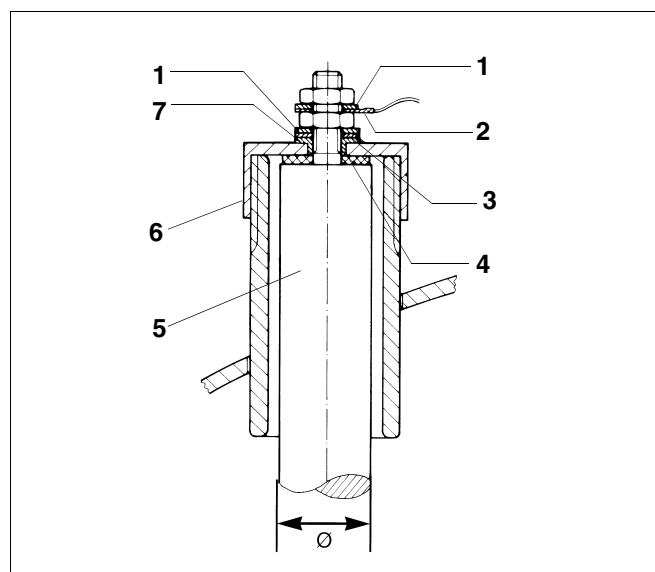

Рис. 13 Магниевый анод *
- ▶ Проверьте магниевый анод (рис. 13, [5]).